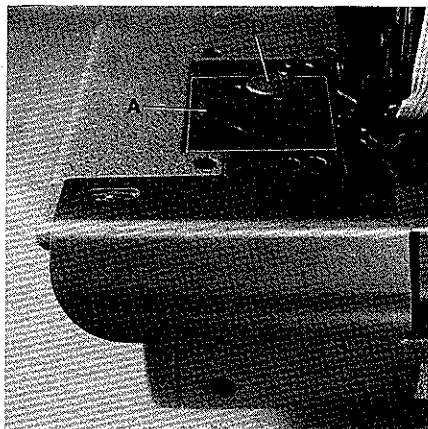
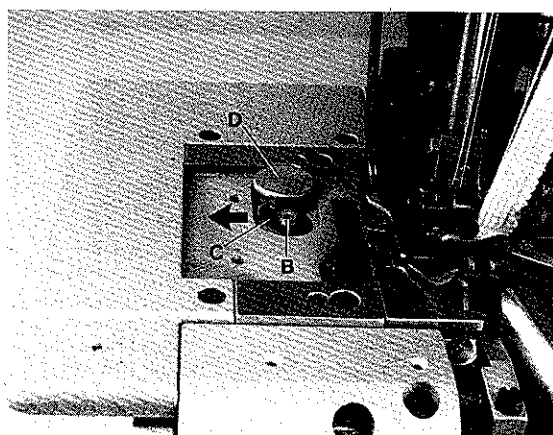
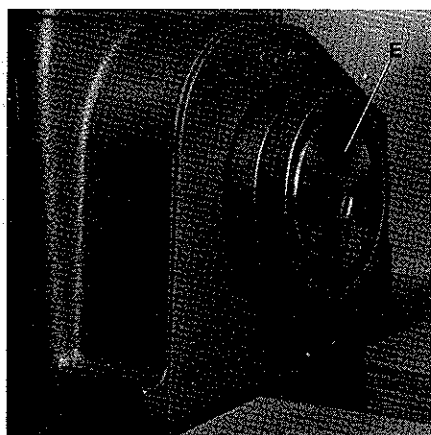

Fig. 33
Fig. 34
Fig. 35
Before the machine leaves the factory, the stitch length change mechanism is locked. After removing cover (A, Fig. 33) and loosening screw (B, Fig. 34) lever (C) can be swung in the direction of the arrow to the left to unlock the stitch length change mechanism. The required hexagon socket wrench is a component of the machine accessories.
The stitch length is changed by slightly pressing push button (D, Figs. 33 and 34) and simultaneously rotating pulley (E, Fig. 35). Within one revolution of the pulley push button (D, Fig. 33) engages and the stitch length change starts. Rotating pulley clockwise shortens the stitch, rotating it counterclockwise increases the stitch. After setting the desired stitch length, the mechanism can be locked again.
Vor dem Versand der Maschine wird die Stichtlängenverstellung blockiert. Entfernt man den Deckel (A, Fig. 33) und löst die Schraube (B, Fig. 34), kann der Hebel (C, Fig. 34) in Pfeilrichtung nach links geschwenkt werden und die Arretierung der Stichtlängenverstellung ist aufgehoben. Der benötigte Sechskantschraubendreher ist im Zubehör der Maschine enthalten.
Die Stichtlänge wird durch leichtes Drücken auf den Knopf (D, Fig. 33 und 34) und gleichzeitiges Drehen des Handrades (E, Fig. 35) eingestellt. Nach spätestens einer Umdrehung des Handrades rastet der Knopf (D, Fig. 33) ein und die Stichverstellung beginnt. Drehen des Handrades im Uhrzeigersinn verkleinert den Stich, drehen im Gegenurzeigersinn vergrößert ihn.